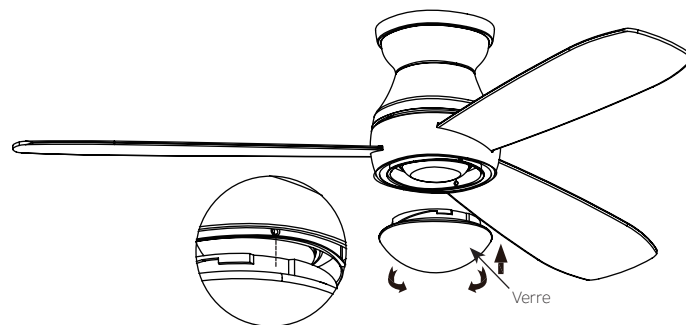

Fig. 16
Étape 3 : Fixez l'ensemble du kit de verre et faites-le tourner dans le sens des aiguilles d'une montre. Ne serrez pas trop fort. (Fig.16)